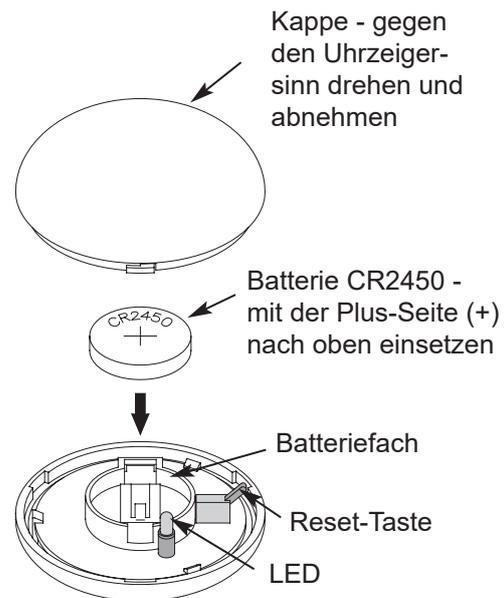

Abb. 17
5. Setzen Sie die Batterie (CR2450) wie in Abb. 17
Abb. 17 auf Seite 33) mind.